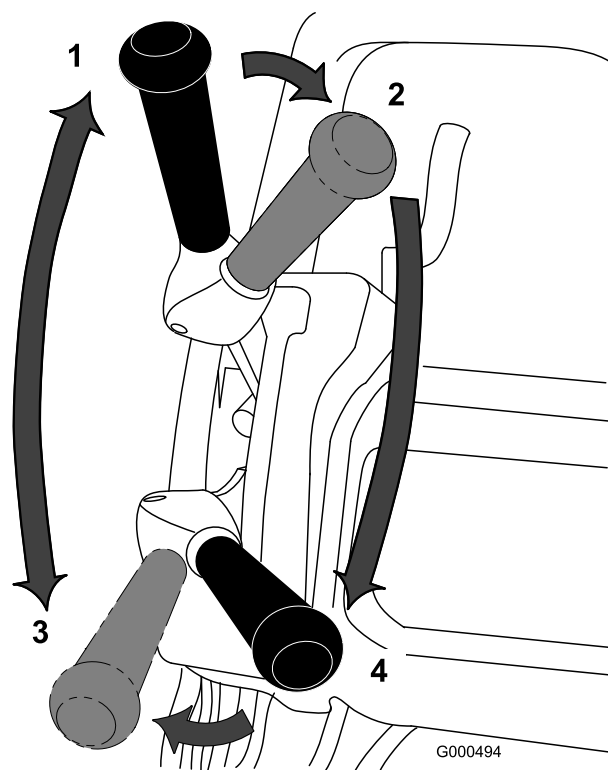

Figura 35
2. Certifique-se de que a alavanca de tração e da transmissão do cilindro está na posição PONTO MORTO; consulte Figura 35.
1. Ligue a máquina, coloque o controlo da velocidade na posição ZERO, empurre a pega para baixo para levantar a unidade de corte, pressione o controlo de presença do operador, desloque a alavanca de tração para a posição FRENTE (Figura 35), e aumente gradualmente a definição do controlo da velocidade para transportar a máquina até uma ponta do relvado.
3. Desloque a alavanca de tração para a posição PONTO MORTO, em seguida, desloque a alavanca para a esquerda e para a frente para a tração—FRENTE e a transmissão do cilindro para a posição ENGATADA (Figura 35).